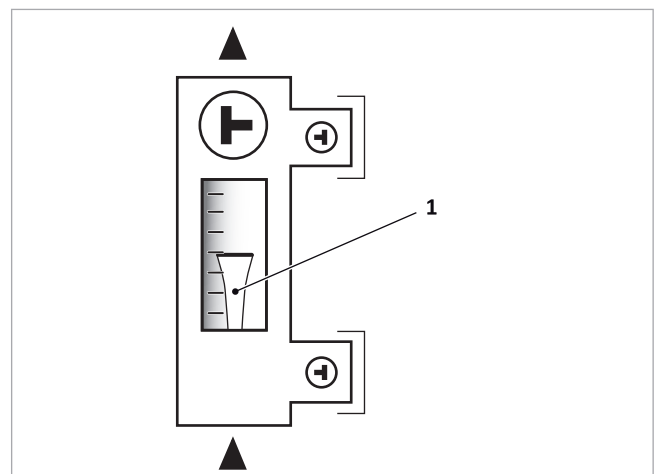

Fig. 22 : lecture du débit volumétrique au niveau du bord supérieur du corps en suspension (1)
2. Raccordez le tuyau de pression de la station de remplissage et de rinçage (SRR) au robinet RRV (6) du débitmètre, ouvrez le robinet RRV.
3. Activez la pompe de rinçage et rincez : SRR => robinet RRV (6) => pompe primaire => champ de capteurs => du SÜS au robinet RRV (5) => SRR
5. Poursuivez la ventilation du circuit solaire en augmentant et en évacuant la pression. Pour cela, ouvrez et fermez le robinet RRV (5) deux ou trois fois.
6. Lorsque le Tyfocor sort exempt de bulles, fermez le robinet RRV (5) et augmentez la pression de l'installation à 4 bars.
7. Fermez le robinet RRV (6) et désactivez la pompe de la SRR. Vérifiez l'étanchéité de l'installation.
8. Purgez le ventilateur aspirant (7).
9. Ouvrez en entier la soupape de décharge (3).
10. Réglez la pression de l'installation à la pression de service calculée en ouvrant lentement le robinet RRV (5). Règle d'or : pression d'alimentation du VEM + 0,3 bar.
11. Mettez le débitmètre en position d'écoulement (cf. → fig. 22, p. 18), fermez les robinets RRV (5) et (6), débranchez la SRR et vissez les capuchons.